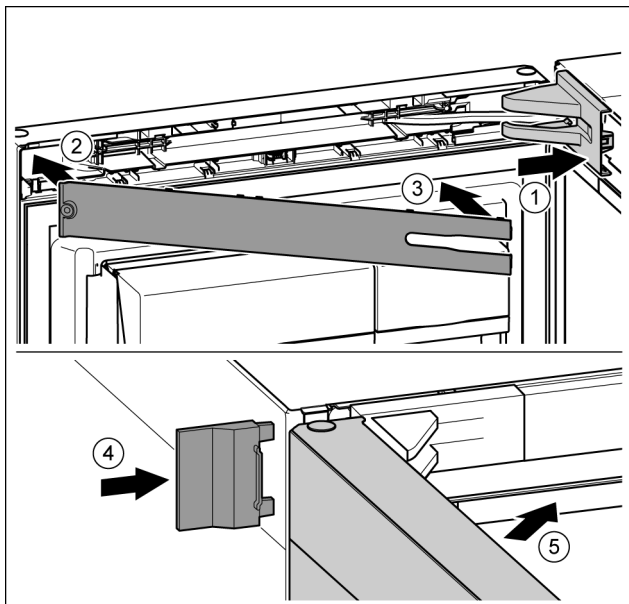

Fig. 50
- ▶ Nasadíte a zaklapnete kryt stojanu ložiska, příp. opatrně přitlačíte od sebe. Fig. 50 (1)
- ▶ Nasadíte záslepku. Fig. 50 (2)
- ▶ Záslepku sklopte a zaklapnete. Fig. 50 (3)
- ▶ Vnější kryt nasuňte. Fig. 50 (4)
- ▶ Zavřete horní dveře. Fig. 50 (5)